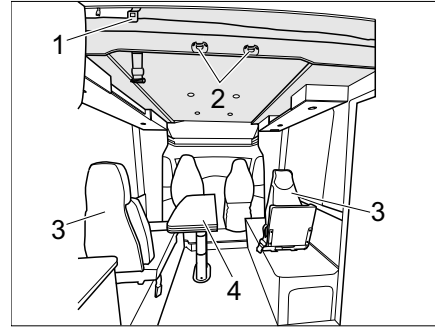

Fig. 166 Lit escamotable électrique (variante 3)
- L'échelle de montée doit être accrochée par les deux étriers aux crampillons (Fig. 166,2) se trouvant sur le lit escamotable.
- Descendre la table rabattable à 2 montants, escamotable (Fig. 166,4) (voir chapitre 7.8.8).
- Démontez et ranger 2 sièges individuels (Fig. 166,3).
- Démonter et ranger 2 sièges individuels (Fig. 166,3).